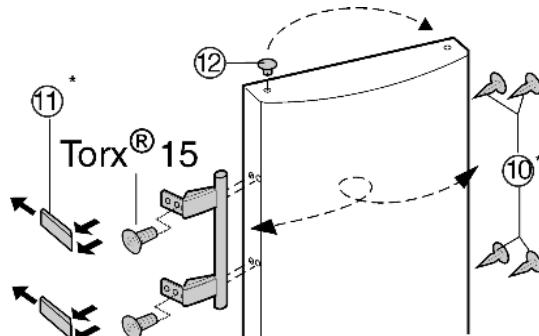

Fig. 7
- Vyměte zátky Fig. 7 (12) z pouzdra ložisek dveří a přemístěte je.
- Odmontujte kliku dveří, zátky Fig. 7 (10) a krycí destičky Fig. 7 (11) a nasadte na druhou stranu.